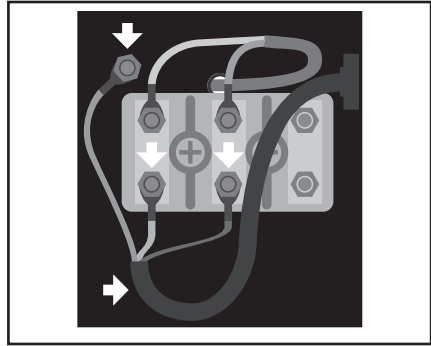

Fig. 19
6. De 3-aderige voedingskabel van bedieningsunit aansluiten (Fig. 19).